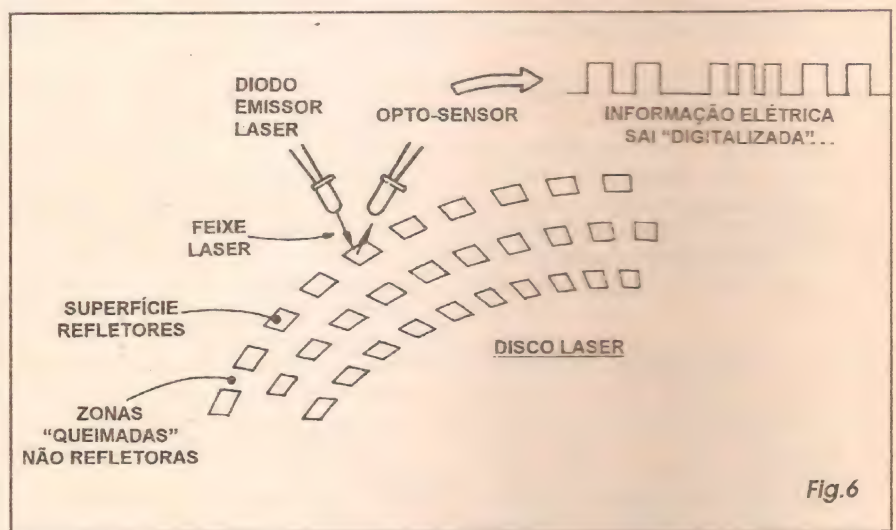

Fig.6
- FIG. 6 - A GRAVAÇÃO ÓPTICA - Modernamente, o método de *guardar* o SOM (podendo ser reproduzido a qualquer momento, e quantas vezes se queira...), comercialmente crescente (na prática substituiu já quase que completamente a *velha* gravação fonográfica, em discos de vinil...) é o chamado DISCO LASER, que consubstancia uma forma totalmente óptica de eternizar as manifestações... Antes de comentar tecnicamente os princípios de gravação e reprodução ópticos, por *laser*, é bom deixar claro que em essência, guarda importantes diferenças com relação aos métodos já descritos: a gravação mecânica ou magnética convencionais operam com manifestações *analógicas*, ou seja, com sinais (ainda que traduzidos...) sempre *diretamente proporcionais* em intensidade, à manifestação original... Os modernos métodos ópticos operam *digitalmente*, ou seja: a partir de uma *frequência de amostragem*, os sinais acústicos são transformados em *bits*, ou em informações tipo *sim-não*, *alto-baixo*, "1"- "0", enfim, grande-